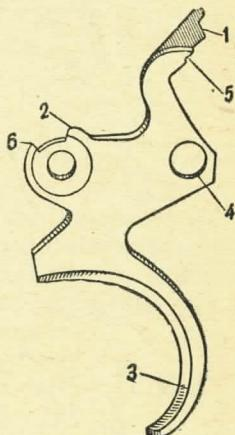

Рис. 14. Спусковой крючок:
**15. Спусковой крючок** (рис. 14) служит для взведения курка, для удержания его на боевом взводе и спуска с боевого взвода, для поднимания и опускания ползуна и собачки, для удержания барабана от поворота вправо при взвешенном курке и для отодвигания барабана после выстрела; он вращается на оси, укрепленной в нижней стенке рамки.